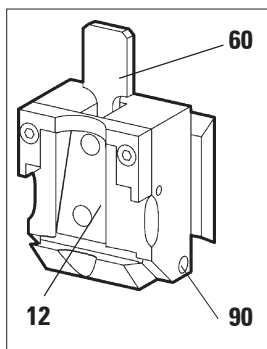

Fig. 34
- les parties mobiles du support de porte-échantillon (10) et du support en queue d'aronde (14).
- la pièce en T (19) sur le socle du microtome.
- les leviers de serrage (2) et (20) sur le microtome.
- les glissières (91) de l'embase de porte-couteau sur le socle du microtome.
- les leviers de serrage (39) et (24) à droite et à gauche au niveau de l'embase de porte-couteau.
- la glissière (92) du déplacement latéral sur l'embase de porte-couteau (21).
- la pièce en T (26) sur l'embase de porte-couteau (21).
- les surfaces de glissement du protège-doigts (3) et les écrous moletés (73) du porte-couteau N.
- le levier de serrage (89) du porte-couteau E.
- l'axe (90) du levier de serrage de la pince à cassettes (voir fig. 34).